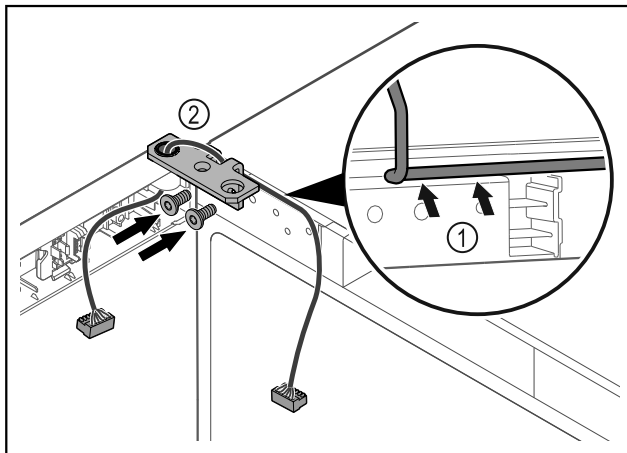

Fig. 43
- ▶ Juhtige kaabel läbi šarniirnergiku väljalõike ja vedage ettevaatlikult Fig. 43 (1).
- ▶ Kruvige šarniirnergik Fig. 43 (2) külge.